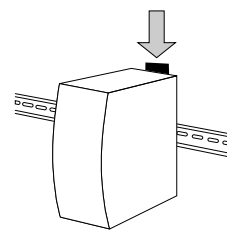

Abb. 6: Knopf zum Entriegeln des RPS60
- Drücken Sie zum Entriegeln den Knopf an der Oberseite des RPS60 nach unten (siehe Abbildung 6).